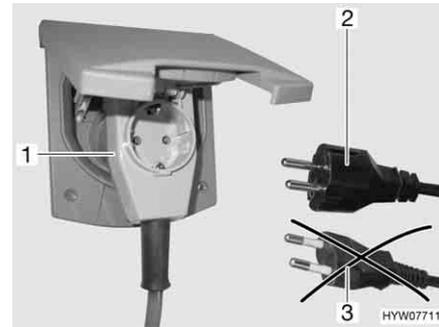

Fig. 63 Collegamento ad un connettore ad angolo provvisto di presa
- ▶ Se si impiega un connettore ad angolo CEE 17 provvisto di una presa integrata sulla parte posteriore (Fig. 63,1), utilizzare esclusivamente una spina IP 44 gommata e sigillata con contatto di terra (Fig. 63,2). Non utilizzare spine senza contatto di terra (Fig. 63,3). Pericolo di scarica elettrica!